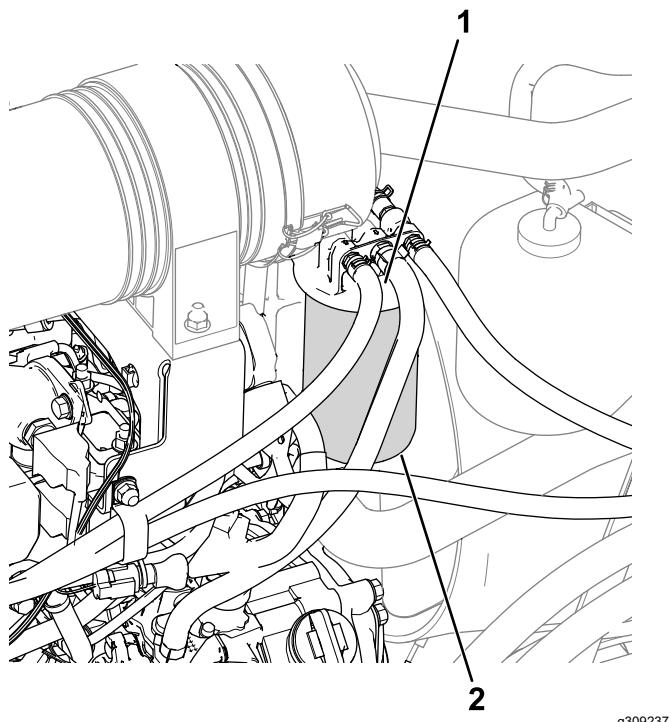

図 55
1. 燃料フィルタのヘッドの周囲をきれいに拭く図 55。
2. フィルタを外してフィルタヘッドの取り付け部をきれいに拭く図 55。